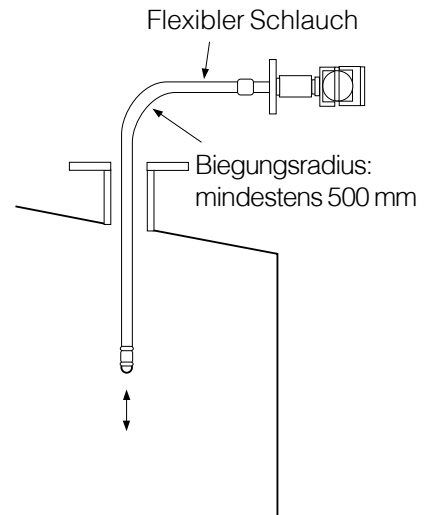

Abb. 2
- Wenn der Schlauch bei der Installation gebogen werden muss, darf der Biegeradius an keiner Stelle weniger als 500 mm betragen. (Siehe Abb. 2).